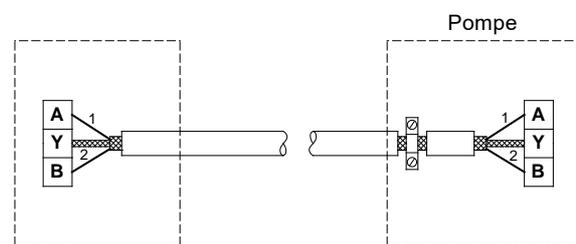

Fig. 13 Connexion avec câble blindé 2 conducteurs
- Si un câble blindé 2 conducteurs est utilisé dans l'installation existante, celui-ci doit être connecté comme indiqué dans la fig. 13.